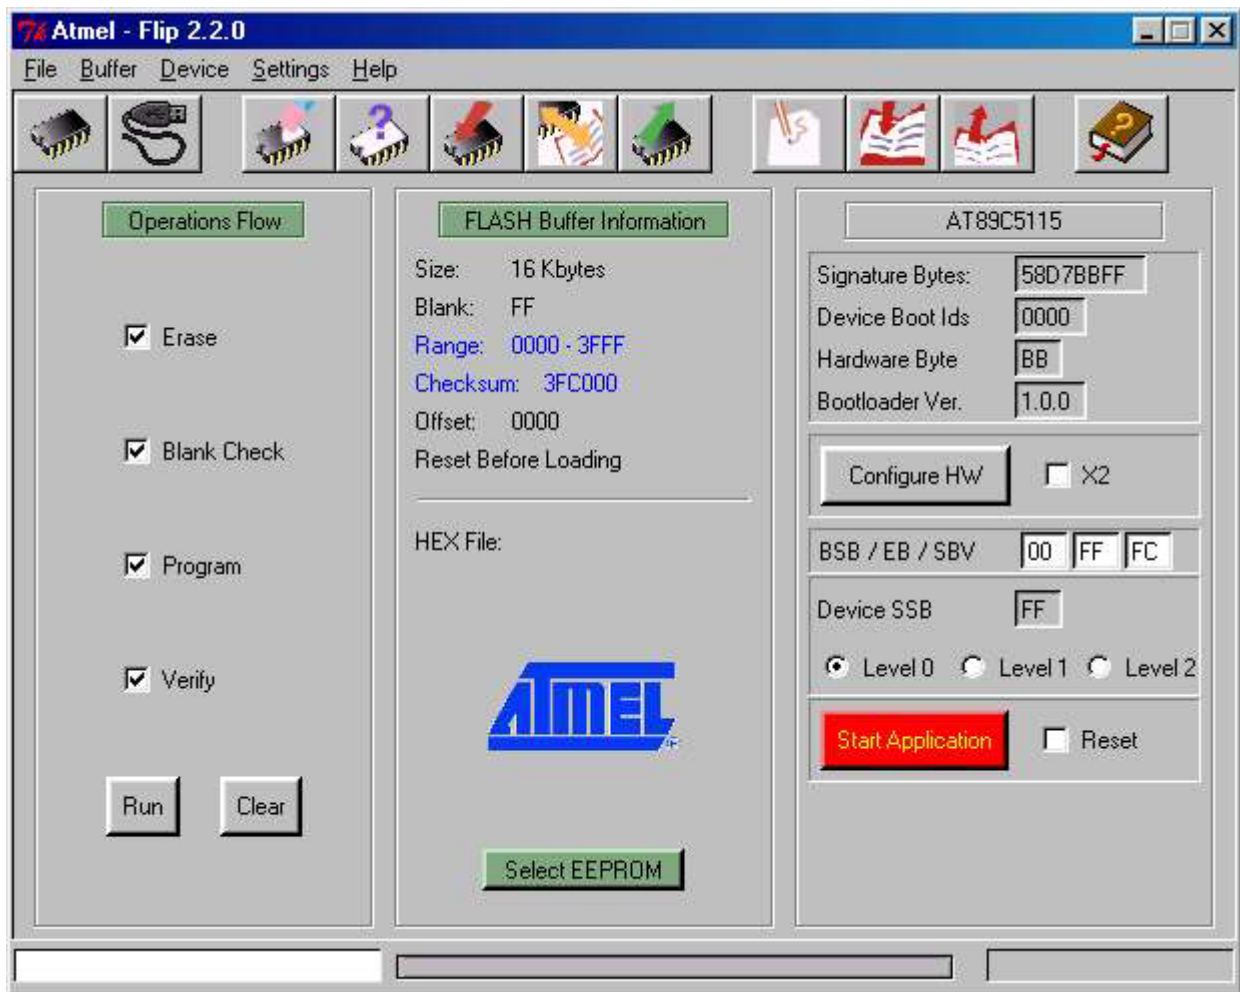

FIGURA 24: FINESTRA SETTAGGIO FLIP (3 DI 3)
- B9) Assicurarsi che nel riquadro "AT89C5115" le caselle di testo si popolino analogamente a come si può vedere in figura 24.